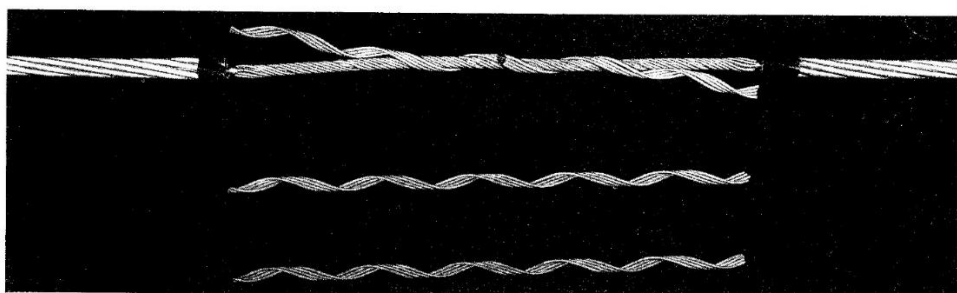

Рис. 7.
6. Совместите центральную метку пряди спиралей Наполнителя (если они входят в состав зажима), содержащую наибольшее количество спиральных проволок, с центральной меткой соединителя стального сердечника и накрутите ее (см. рис. 7). Наполнитель может также состоять и из отдельных алюминиевых спиралей, которые необходимо навивать поочередно.